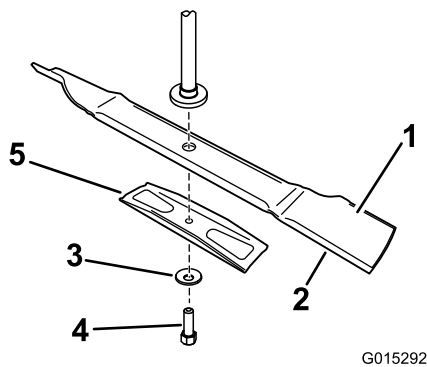

Figure 46
Tenez la lame à son extrémité avec un chiffon ou un gant épais. Enlevez de l'axe, le boulon, la rondelle bombée, le renfort et la lame (Figure 46).
1. Placez la lame sur l'axe (Figure 46).
2. Posez le renfort, la rondelle bombée (face concave vers la lame) et le boulon (en le tournant dans le sens horaire) de lame (Figure 46).